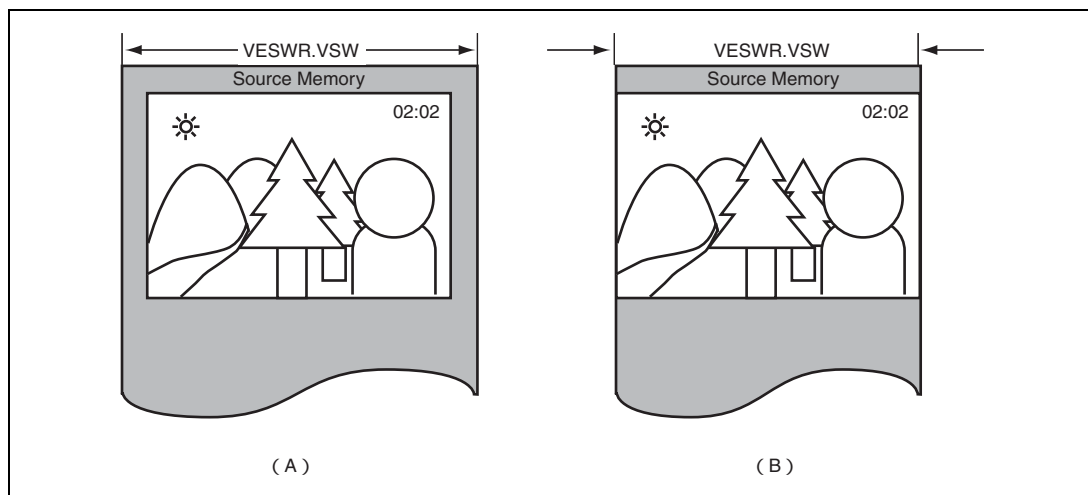

図 35.6 画像の切り出し幅と VESWR の関係
VSW ビットには、VEU の処理において、ソース画像が配置されているソースメモリ領域の横幅をバイト数で指定してください。設定はソース画像 4 画素に相当するバイト数単位で設定してください。読み込み画像が YCbCr のときは、Y 成分に合わせた設定にしてください。YCbCr 4:2:0、YCbCr 4:2:2、および YCbCr 4:4:4 読み込みにおける C 成分のソースメモリ領域の横幅は、それぞれ VSW、VSW、および VSW × 2 の値が適用されます。VTRCR の RPKF = 0、1、3、7、13 (RGB 2byte/pixel または RGB 4byte/pixel) のときは、ソース画像 2 画素に相当するバイト数単位で設定することが可能です。図 35.6(A) に示すように、画像をメモリ領域から切り出す場合は、あるラインの画像の右端アドレスとその次のライン画像左端アドレスは不連続となります。これに対して、図 35.6(B) は VEU に入力する画像の水平サイズがメモリの水平アドレス長と同じ場合を表しており、この場合は画像の右端アドレスと次のラインの左端アドレスが連続値になります。